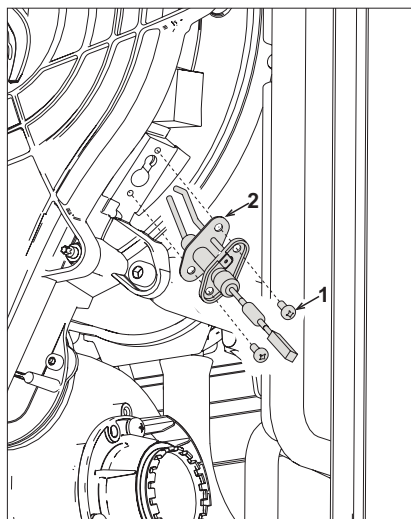

fig. 191 -
- Per effettuare la pulizia dello scambiatore si ritiene utile togliere l'elettrodo (vedi fig. 191)